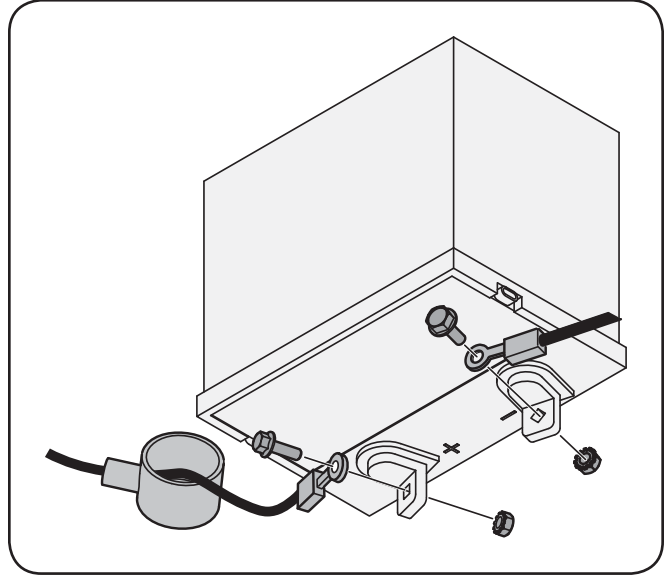

Figure 3-8
Pour régler la position du siège, tirez la manette de réglage du siège vers le haut et tenez-la. Glissez le siège vers l'avant ou l'arrière à la position désirée; puis lâchez la manette de réglage. Assurez-vous que le siège est fixé en place avant de mettre en marche le tracteur. Voir la Figure 3-8.
- a. Enlevez le contre-écrou qui maintient l'un des boulons à épaulement d'une roue de guidage sur le plateau de coupe. Démontez la roue de guidage et le boulon à épaulement. Voir la Figure 3-8.